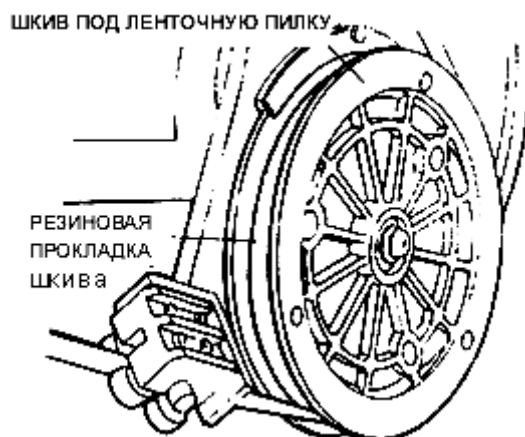

Рис.10.
- Снимите направляющую пилки с помощью отвертки (рис. 10)